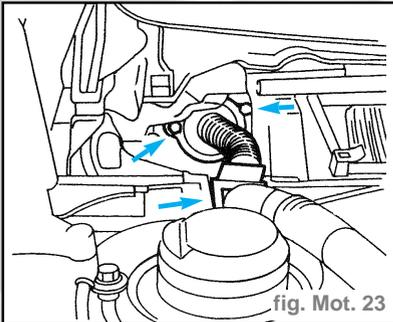

fig. Mot. 23
- Dévisser les écrous fixant l'étrier de support du câblage moteur à la coque (fig. Mot. 23).